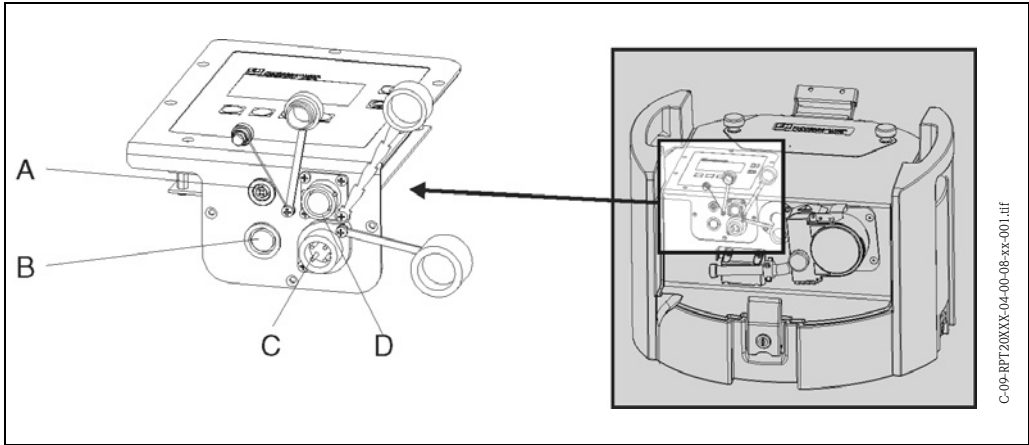

Fig. 4: Raccordements électriques de l’appareil
4.1.1 Raccordement du câble signal (→ Fig. 4, Pos. B)
4.1.2 Raccordement de l'interface RS232 (→ Fig. 4, pos. A)
4.1.3 Raccordement du chargeur (→ Fig. 4, pos. C)
4.1.4 Raccordement de la sonde multiparamètres (en option ; → Fig. 4, rep. D)